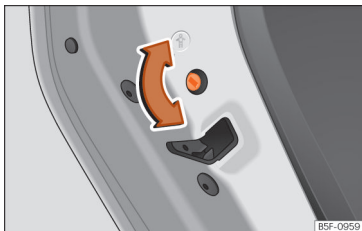

Abb. 83 Kindersicherung in der linken Tür
- Drehen Sie bei geöffneter Tür den Schlitz mit dem Fahrzeugschlüssel an den linken Türen im Uhrzeigersinn »» **Abb. 83** und bei
- Drehen Sie bei geöffneter Tür den Schlitz mit dem Fahrzeugschlüssel an den linken Türen gegen den Uhrzeigersinn »» **Abb. 83** und bei den rechten Türen im Uhrzeigersinn.